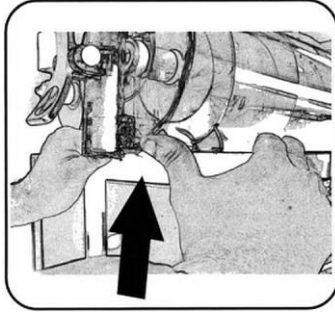

Fig. 19
3. Para facilitar la extracción del recipiente, siga las instrucciones de las Fig. 19 y 20.